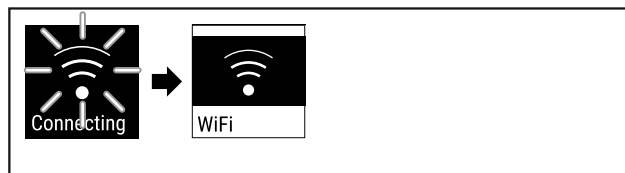

Fig. 86
- ▶ Forbindelsen opprettes (se Fig. 86) .